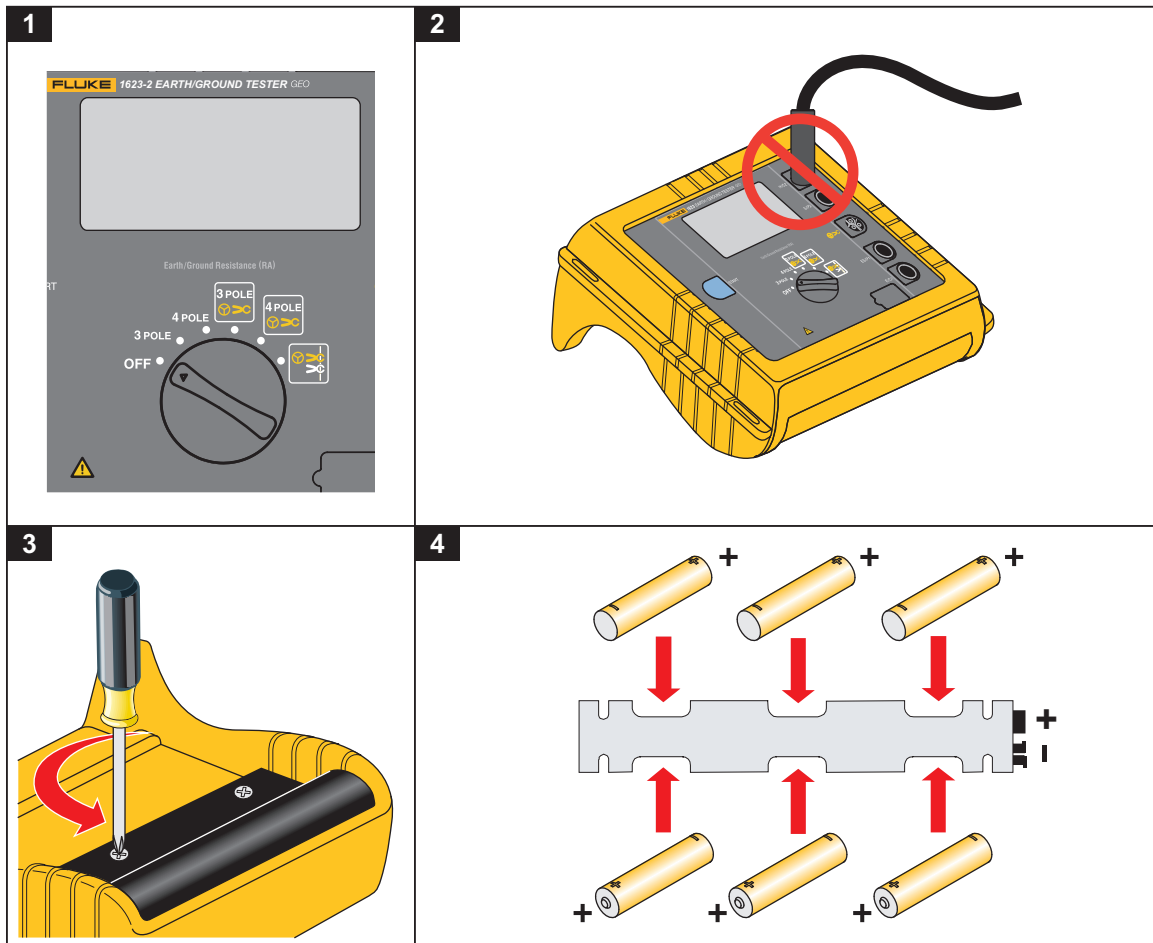

Figure 2. Insertion des piles
1. Eteignez l'instrument (voir figure 2).